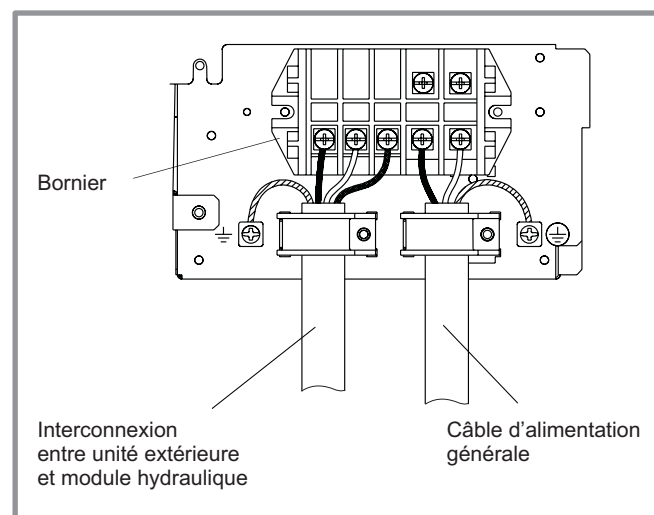

figure 26 - Connexions au bornier de l'unité extérieure
- Effectuer les raccordements suivant le schéma (figure 26).